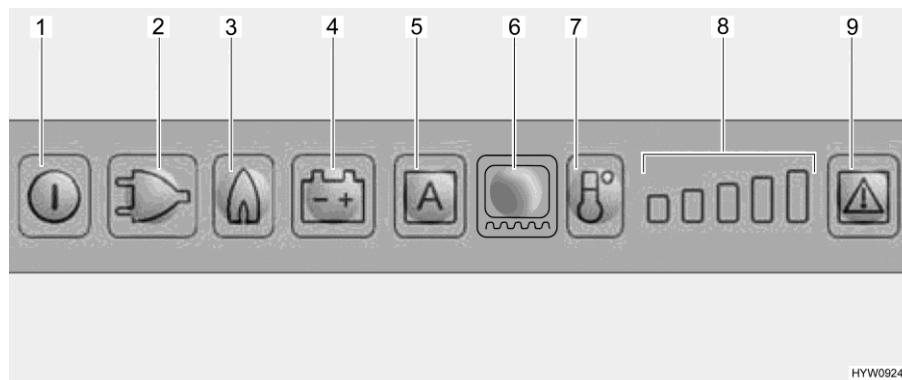

Fig. 248 Panneau de commande DEL (réfrigérateur Dometic)
Dès que le fonctionnement au gaz est activé, la veilleuse de sécurité s'ouvre automatiquement, de sorte que le gaz peut arriver au brûleur. En même temps, l'allumage électronique est connecté. Si la flamme s'éteint, p. ex. en raison d'un courant d'air, l'allumage est immédiatement activé et rallume le gaz. En cas de panne de gaz, les touches lumineuses Gaz (Fig. 248,3) et Dé-rangement (Fig. 248,9) clignotent et une alarme acoustique retentit pendant 20 secondes.
- Appuyer sur la touche Marche/Arrêt (Fig. 248,1) pendant env. 2 secondes. Le réfrigérateur s'enclenche, le dernier mode de fonctionnement choisi est indiqué.
- Appuyer sur la touche lumineuse pour le mode de fonctionnement désiré (Fig. 248,2 - 4) ou le mode automatique "AES" (Fig. 248,5) (uniquement sur le modèle AES).
- Régler la température de réfrigération avec la touche de puissance de réfrigération (Fig. 248,7). L'indicateur de puissance de réfrigération (Fig. 248,8) indique le réglage choisi du thermostat.
- Appuyer sur la touche Marche/Arrêt (Fig. 248,1) pendant env. 2 secondes.
Lorsque le réfrigérateur est mis en marche, il choisit automatiquement la température moyenne du thermostat. Ce réglage peut cependant être corrigé manuellement à l'aide de la touche de puissance de réfrigération (Fig. 248,7). Il faudra attendre quelques heures jusqu'à ce que le réfrigérateur ait atteint sa température normale de réfrigération. Le réglage du thermostat est conservé en cas de commutation sur un autre mode de fonctionnement.
- Régler le chauffage du cadre pour une durée de 2 heures : Appuyer une fois sur la touche lumineuse Chauffage du cadre (Fig. 248,6). Une barre indiquant la puissance de réfrigération (Fig. 248,8) s'allume.
- Régler le chauffage du cadre pour une durée de 5 heures : Appuyer deux fois sur la touche lumineuse Chauffage du cadre (Fig. 248,6). Deux barres indiquant la puissance de réfrigération (Fig. 248,8) s'allument.
- Régler le chauffage du cadre sur fonctionnement permanent : Appuyer trois fois sur la touche lumineuse Chauffage du cadre (Fig. 248,6). Trois barres indiquant la puissance de réfrigération (Fig. 248,8) s'allument.
L'indicateur de puissance de réfrigération (Fig. 248,8) indique pendant quelques secondes la durée de fonctionnement du chauffage du cadre.
En cas de dérangement, la touche lumineuse Dérangement (Fig. 248,9) clignote. Une des touches lumineuses Mode de fonctionnement ou l'indicateur de puissance de réfrigération clignote. De plus, un signal d'avertissement acoustique retentit. Les consignes relatives à l'affichage de défauts et à leur élimination sont données au chapitre 15.
- ▷ Quand un dérangement du régime au gaz a été éliminé, appuyer sur la touche lumineuse Reset (Fig. 248,9).